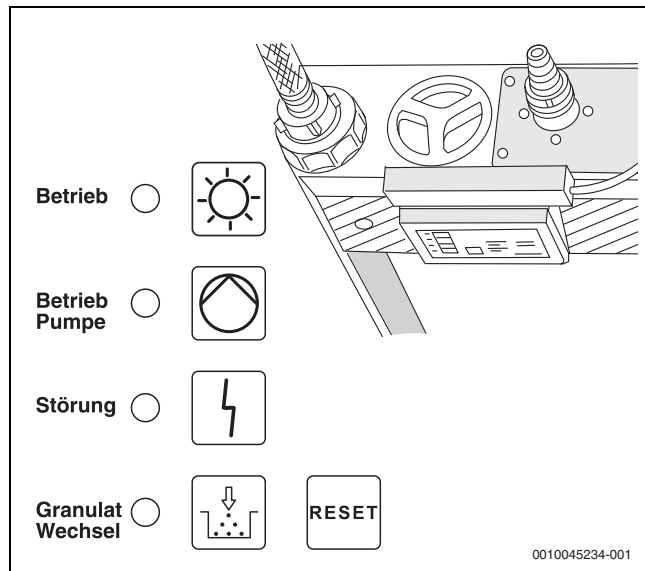

Bild 7 Signalleuchten
- ▶ Signalleuchten der Anzeige prüfen (→ Bild 7).
Störungen werden mit der Signalleuchte „Störung“ angezeigt (→ Bild 7, Seite 8).